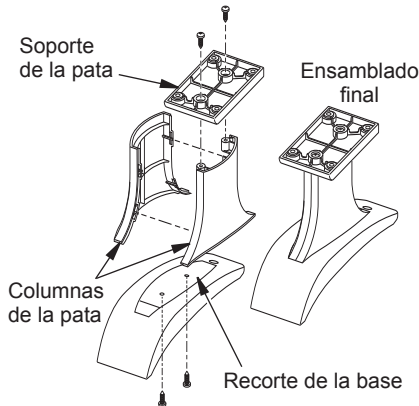

Figura 12 - Montaje de las patas de base
- Coloque las columnas de las patas izquierda y derecha juntas (consulte la Figura 12).
- Coloque la columna ensamblada en el recorte del centro de la base. Fije la columna utilizando dos tornillos de cabeza autorroscantes Phillips (incluidos) (consulte la Figura 12).
- Coloque el soporte de la pata en la parte superior de la columna y fíjela por medio de dos tornillos de cabeza autorroscantes Phillips (incluidos) (consulte la Figura 12).